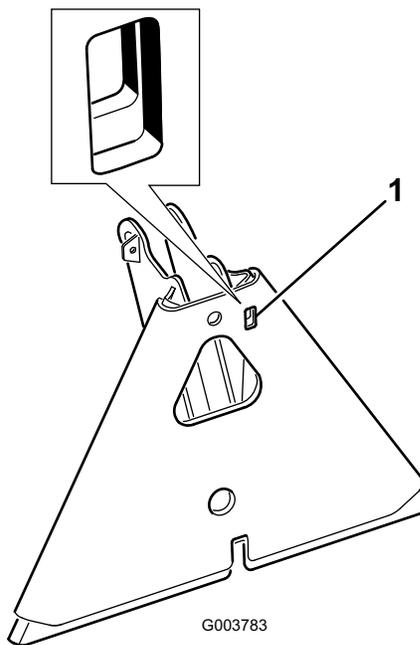

図 18
**注** アタッチメントのアダプタがトラクションユニットのアダプタに引っかかってしまった時は、バールやドライバーなどをスロットに差し込んで外してください（図 18）。